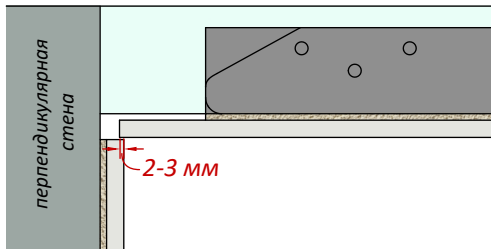
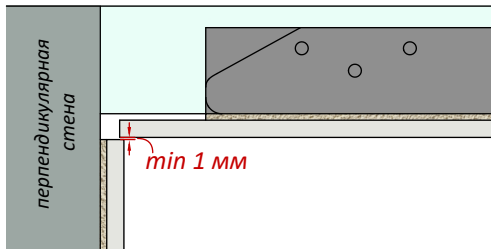

Рис. 20 (вид сверху)
Рис. 21 (вид сверху)
3. Плитка на створке люка со стороны петель должна прятаться за плитку на перпендикулярной стене на 2-3 мм (Рис.20). Нельзя доводить плитку на створке люка до черновой стены, т.к. при попытке открыть створку, плитка упрётся в черновую стену и не позволит открыть люк. Расстояние между плиткой на люке и плиткой на перпендикулярной стене не менее 1 мм (Рис.21).
2. Плитка на створке люка со стороны петель должна прятаться за плитку на перпендикулярной стене на 2-3 мм (Рис.20). Нельзя доводить плитку на створке люка до черновой стены, т.к. при попытке открыть створку, плитка упрётся в черновую стену и не позволит открыть люк. Расстояние между плиткой на люке и плиткой на перпендикулярной стене не менее 1 мм (Рис.21).